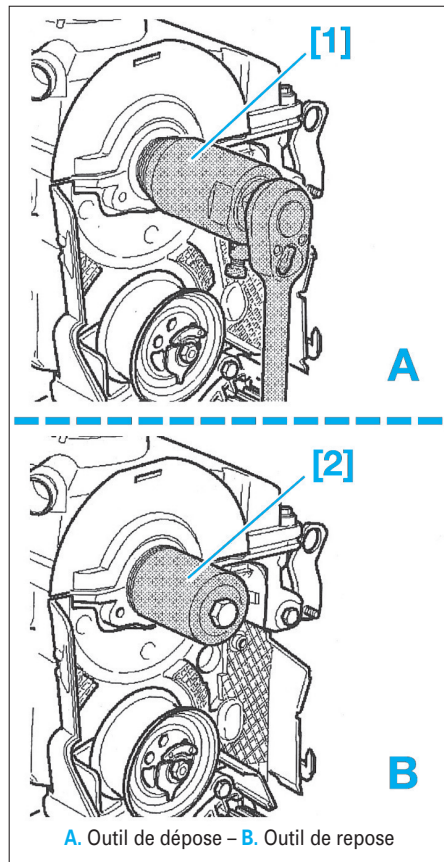

Fig. 45
- [1]. Extracteur du joint de sortie d'arbre à cames réf VW : VAG 3240 (Fig.45)
- [2]. Outil de repose du joint de sortie d'arbre à cames réf VW : VAG 10-203 (Fig.45)
- À l'aide d'un extracteur approprié [1], déposer la bague d'étanchéité d'arbre à cames (A) (Fig.45).
La repose de la bague d'étanchéité d'arbre à cames doit être réalisée méticuleusement. Cette opération nécessite impérativement un outillage spécifique (B) (outil T10 203 avec une vis M12 x 65), car cette bague d'étanchéité ne doit pas être frappée et possède des surfaces d'appui bien précises destinées à recevoir le mandrin au montage (Fig.45). Avant la repose, la lèvre de la bague d'étanchéité ne doit pas être lubrifiée et la portée de l'arbre à cames doit être soigneusement dégraissée. Enfin pour éviter de détériorer la lèvre de la bague, recouvrir la gorge de l'extrémité de l'arbre à cames avec un ruban adhésif.